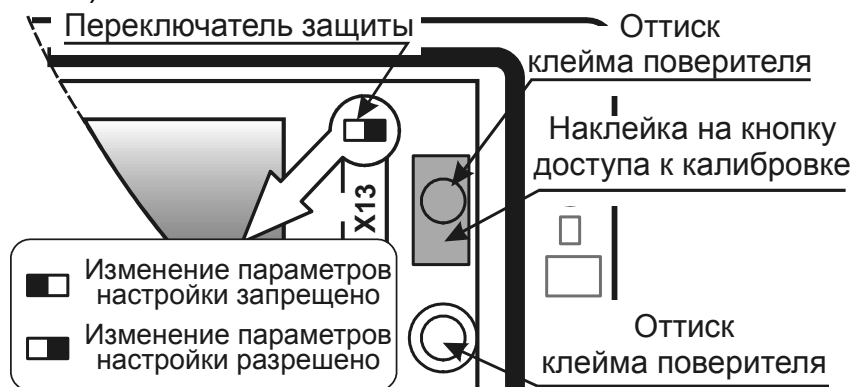

Рис. 2.2 – Места пломбирования поверителем
Защита калибровочных коэффициентов выполняется наклеиванием самоклеющейся этикетки на кнопку доступа к калибровке и нанесением оттиска клейма поверителя (рис. 2.2).
Защита от внесения изменений в электронный модуль вычислителя выполняется нанесением оттиска клейма поверителя на мастике в чашке (рис. 2.2).
Защита настроечных параметров выполняется переводом переключателя защиты в левое положение (рис. 2.2) и пломбированием вычислителя пломбой инспектора теплоснабжающей организации (рис 2.3).
- установить переключатель защиты в правое положение (см. рис. 2.2);